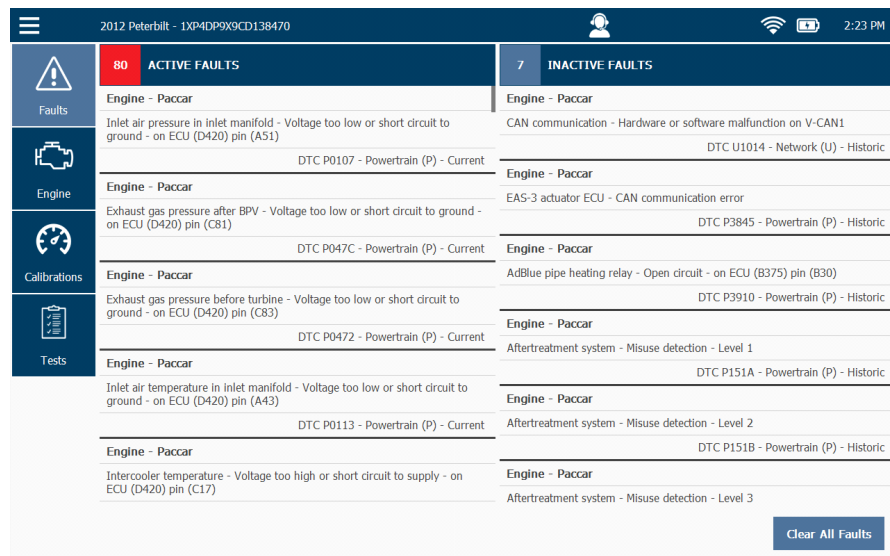

Figure 10.1 Menu Diagnostics
- Toucher la **flèche arrière** pour retourner à la liste des erreurs (Figure 10.1) et sélectionner une erreur différente pour voir les informations Repair-Connect sur cette erreur.
- Toucher la **flèche arrière** deux fois pour retourner à la liste d'erreurs (Figure 10.1).
- Toucher la **flèche arrière** pour retourner à la liste d'erreurs (Figure 10.1).